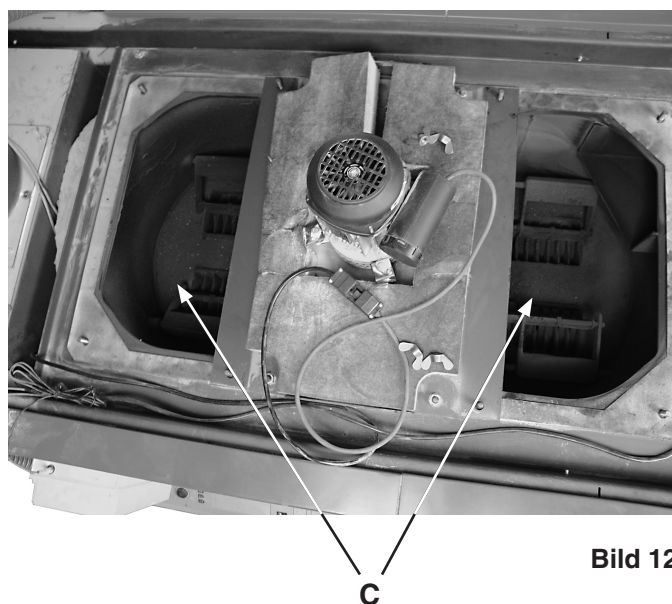

Bild 12
2. Flügelmuttern lösen (A)
3. Beide Abgas-Sammlerdeckel lösen (B)
4. Asche heraussaugen (C, Bild 12)